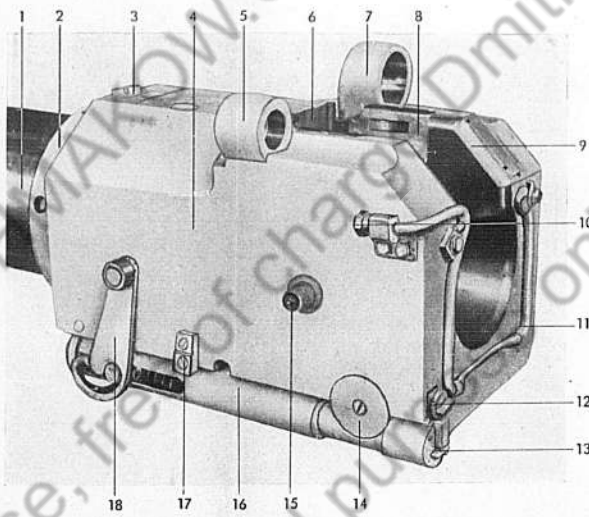

Bild 5
- Bild 5 Bodenstück, von hinten links